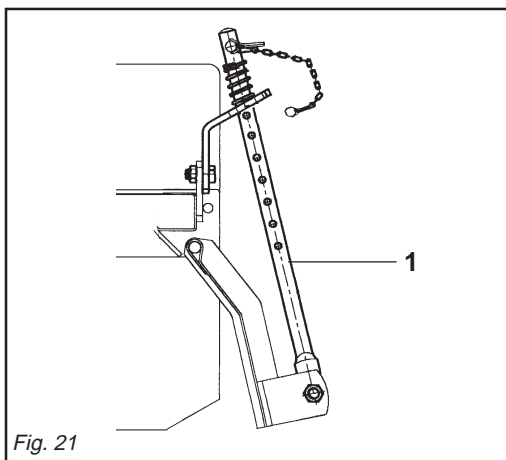

Fig. 21
- 2- Il martinetto a molla (1 Fig. 21) oltre a sostenere la lamiera livellatrice ed ammortizzarla nel trasporto su strada, serve a evitare il ribaltamento della zappatrice durante il parcheggio.
- 2- Besides supporting the levelling plate and acting as a shock absorber for it during road transport, the spring ram (1 Fig. 21) prevents the steering hoe from overturning when parking.
- 2- Die Federwinde (1 Abb. 21) trägt nicht nur das Planierschild und dient beim Straßentransport zur Dämpfung von Stößen, sondern sie soll auch verhindern, daß die Hackfräse während des Parkens umkippt.
- 2- Le vérin à ressort (1 Fig. 21) sert de soutien à la tôle de nivellement et de suspension pendant le transport sur route, pour éviter le basculement du cultivateur lors du stationnement.